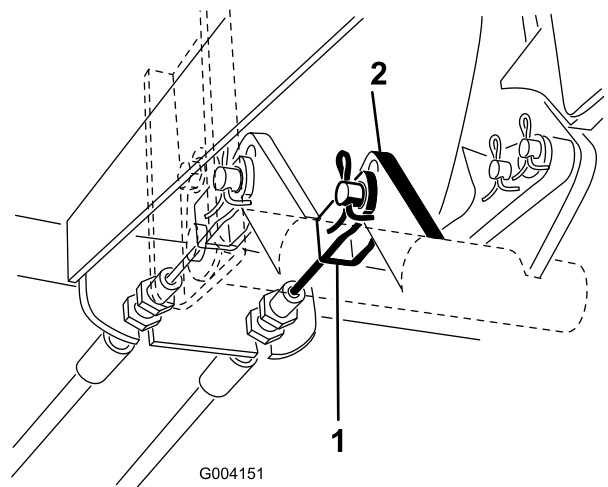

Bild 67
2. Schließen Sie das linke Bremskabel vom Bremspedal ab (Bild 67) und aktivieren Sie die Feststellbremse.